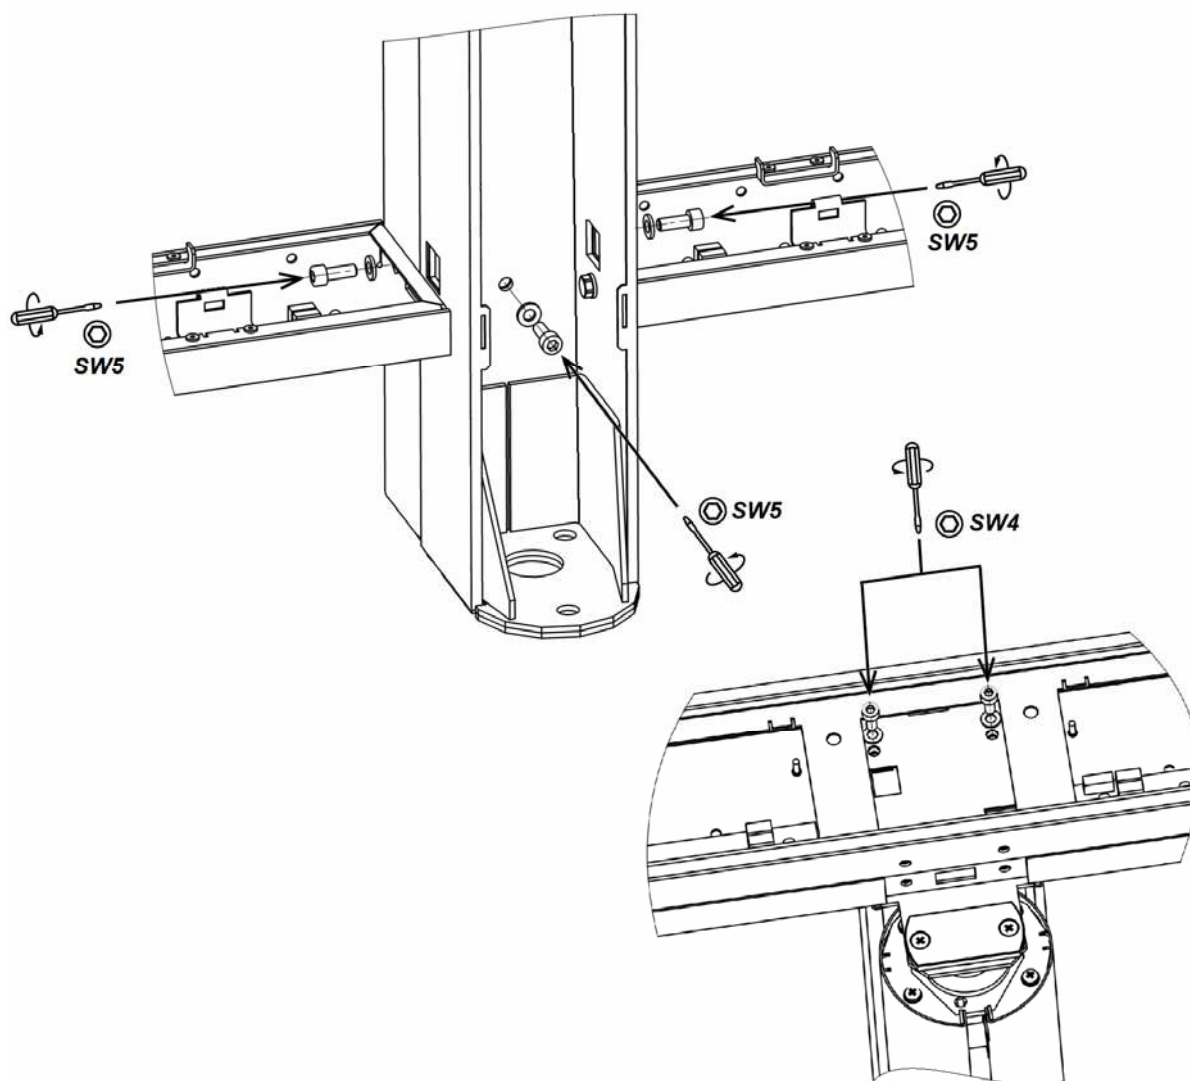

Рисунок 28. Демонтаж задней панели центральной стойки
1. Снимите крышку секции (10) (см. разд. 8.9.6) и две защитные пластины.
2. Снимите блок индикации на центральной стойке (3) (см. разд. 8.9.5).
3. Снимите кожух створки (4) (см. разд. 8.9.4).
4. Снимите кожух центральной стойки (5) (см. разд. 8.9.1).
5. Снимите обе крышки нижнего короба (14) (см. разд. 0).
6. Для секции **PERCo-ST-01**: Снимите заднюю панель центральной стойки (6). Для этого открутите 2 винта М6×16 (под шестигранный ключ SW5) в нижних коробах, один винт М6×16 (под шестигранный ключ SW5) в нижней части центральной стойки и два винта М5×12 (под шестигранный ключ SW4) в верхнем коробе (см. рис. 28).